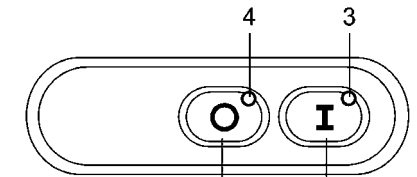

Abb. 4.1.1
### **5.3 - Funktionskontrolle Ausschaltdruckknopf (Abb. 4.1.1)**
Bei eingeschalteter Maschine und sich bewegender Reibwalze, Druck-knopf "2" Abb. 4.1.1 drücken.
- den Differentialschalter auf "I" stellen. Die Strom-Leuchtanzeige "3" Abb.4.1.1 wird dann aufleuchten.
- Einschaltdruckknopf "2" (Abb. 4.1.1) drücken.
- Ausschaltdruckknopf "1" Abb 4.1.1 drücken, um die Maschine auszuschalten; die Strom-Leuchtanzeige "3" Abb. 4.1.1 bleibt eingeschaltet, d.h., dass die Maschine unter Spannung ist.
2. Differentialschalter in Pos "I". Die Strom-Leuchtanzeige "3" Abb. 4.1.1, muss aufleuchten.
3. Druckknopf "2" Abb. 4.1.1 zum Einschalten drücken, gleich darauf den Ausschaltknopf "1" Abb. 4.1.1 und dabei kontrollieren, ob die Reibwalze richtig dreht.
- Nur wenn diese Taste gedrückt wird, leuchtet die Lampe am Druckknopf auf (4 Abb. 4.1.1)